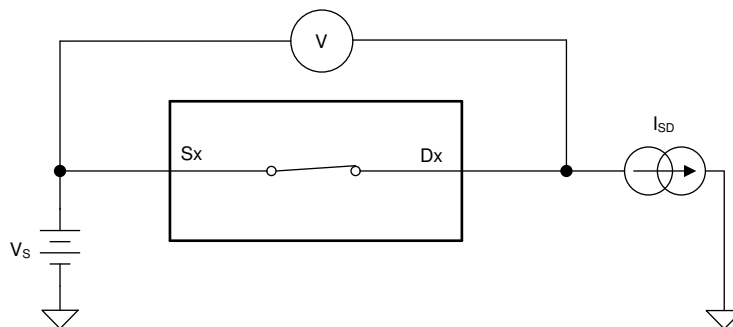

図 6-1. オン抵抗測定時の構成
デバイスのオン抵抗は、デバイスのソースピン (Sx) とドレインピン (Dx) の間の抵抗値 (Ω) です。オン抵抗は、入力電圧と電源電圧によって変化します。オン抵抗は、記号 R_{ON} を使用して示されます。 R_{ON} の測定時に使用する設定を 図 6-1 に示します。この設定を使用して電圧 (V) と電流 (I_{SD}) を測定し、 R_{ON} は以下に示すとおり $R_{ON} = V / I_{SD}$ で計算します: